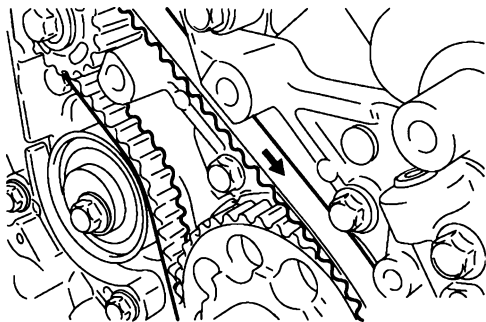

图 28-24 标记正时带 B 的转动方向
1) 拆卸前, 先将正时带 B 的转动方向标记清楚, 以免重新安装时发生错装, 如图 28-24 所示。